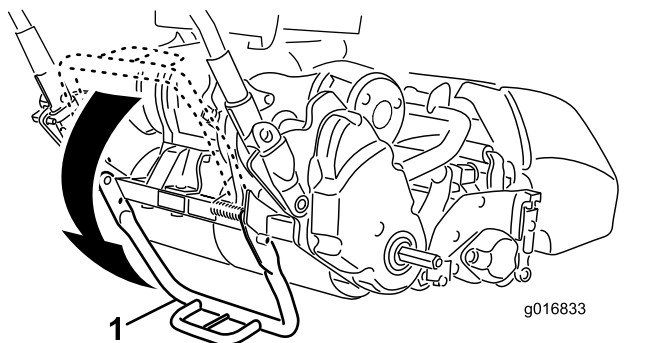

Figura 9
1. Con il piede, abbassate il cavalletto **spingendo nel centro** e alzate la stegola centrale inferiore della macchina fino a quando il cavalletto non è ruotato in avanti, sopra il centro (**Figura 9**).